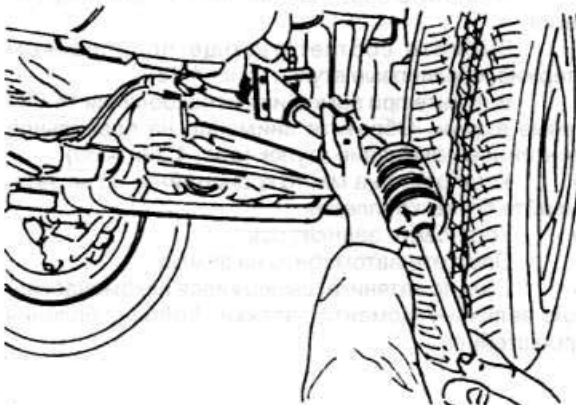

Рис. 5.4
- ♦ Выньте передачу из моторного отсека, вытянув ее с правой стороны снизу автомобиля (рис. 5.4).